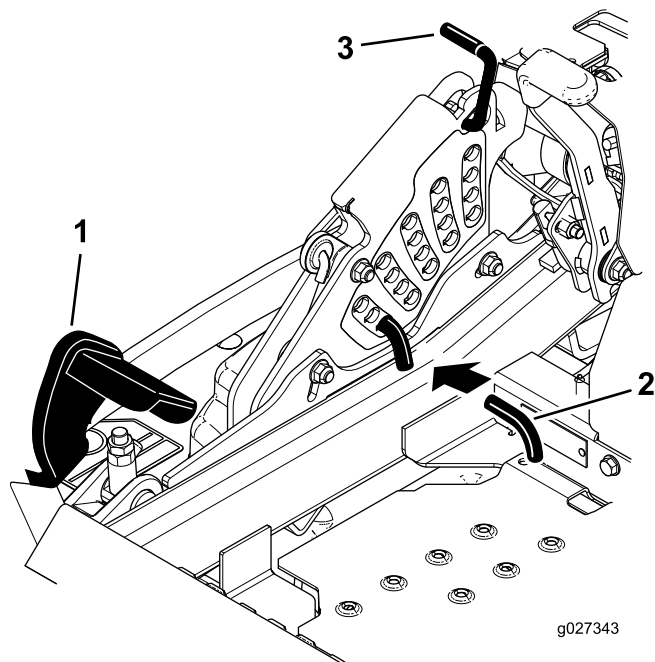

Figura 27
2. Pise el pedal de elevación de la carcasa y eleve la carcasa a la posición de transporte (que es también la posición de altura de corte de 140 mm [5½"]) como se muestra en Figura 27.
3. Para ajustar la altura de corte, gire el pasador 90 grados y retire el pasador del soporte de altura de corte (Figura 27).
4. Seleccione el taladro del soporte de altura de corte que corresponde a la altura de corte deseada, e inserte el pasador (Figura 27).